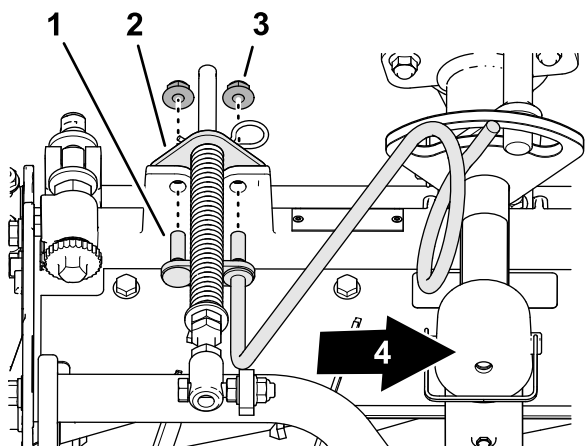

Figura 14
3. Alinee los espárragos de la guía de mangueras derecha con los orificios del bastidor de la unidad de corte y del soporte del muelle de compensación (Figura 14).